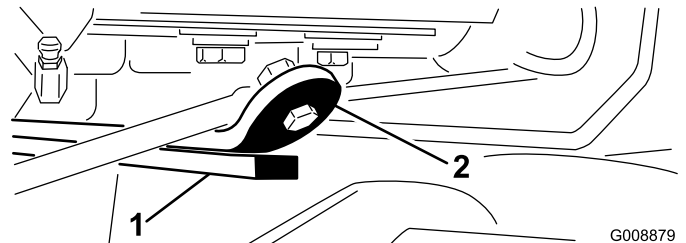

Figura 11
3. Arranque el motor, eleve las unidades de corte y compruebe que la holgura entre la pletina que está encima de la barra de desgaste de la unidad de corte trasera y la pletina de amortiguación es de 0,51 a 2,54 mm (Figura 11).